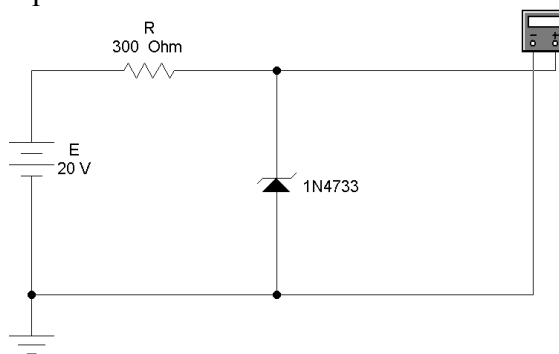

Рисунок 2.
1. Рассмотрите схему на рис.2.